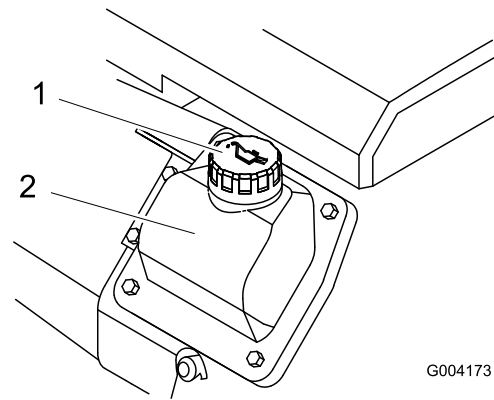

Figura 36
8. Se il livello dell'olio è basso, pulite attorno al tappo di riempimento dell'olio e rimuovete il tappo (Figura 36).
6. Togliete il tappo di riempimento dell'olio (Figura 36) e versate lentamente l'80% circa della quantità d'olio specificata attraverso il coperchio della valvola.
9. Togliete il tappo di riempimento dell'olio (Figura 36) e versate lentamente l'80% circa della quantità d'olio specificata attraverso il coperchio della valvola.